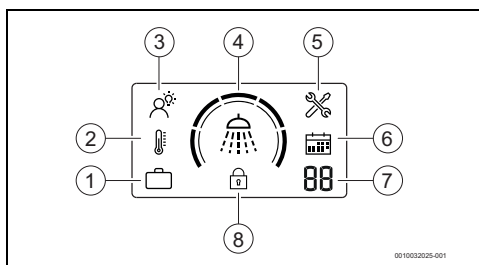

Fig. 5 Module d'affichage du régulateur
- Appuyer sur la touche  jusqu'à ce que l'écran affiche le mode SMART (→ Fig. 5 [3]). Le mode de service SMART est sélectionné.
- Appuyer sur la touche  jusqu'à ce que l'écran affiche le mode Manuel (→ Fig. 5 [2]). Le mode de service Manuel est sélectionné.
- Appuyer sur la touche  jusqu'à ce que l'écran affiche le mode Vacances (→ Fig. 5 [1]). Le mode de service Vacances est sélectionné.
- Appuyer sur la touche  pour régler le nombre souhaité de jours de vacances (→ Fig. 5 [7]). Le nombre sélectionné clignote 3 fois pour confirmer la sélection.
Cette fonction verrouille le panneau de commande (→ Fig. 5 [8]).